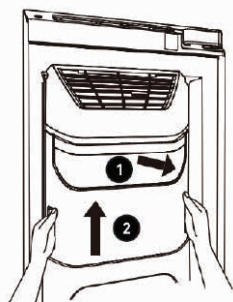

Figura 1
- ①: Levante ligeramente el contenedor de hielo
- ②: Sáquelo como se muestra en la figura 1